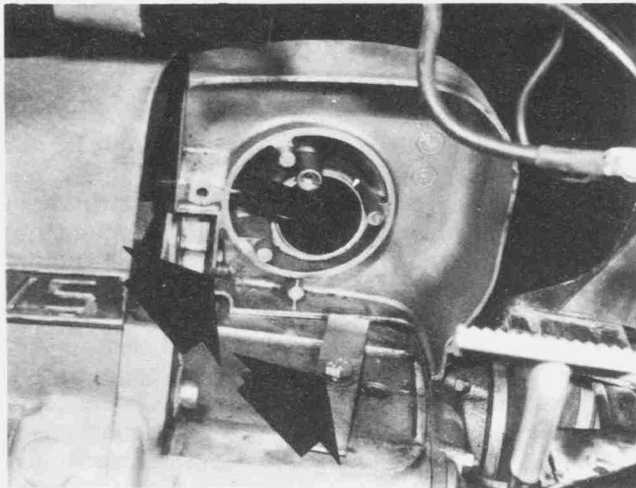

Bild 106
- Die Muttern in der rechten Luftfilter-Halbschale, die diese am Motorgehäuse hält, sowie die Befestigungsschraube der Federklammer auf dem Getriebegehäuse lockern. Die rechte Luftfilter-Halbschale abziehen (Bild 106).